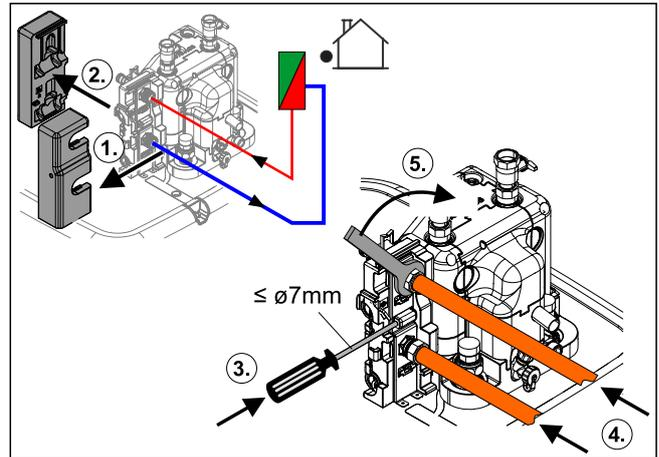

Fig. 3-29 Realizzazione del collegamento idraulico all'unità esterna
- Reperire posizione e dimensione dei raccordi di riscaldamento e dei raccordi dell'unità esterna da Fig. 3-1 a Fig. 3-4 e da Tab. 2-1. I dettagli del collegamento idraulico dell'unità interna all'immissione e allo scarico dell'acqua dell'unità esterna devono essere presi da Fig. 3-29.